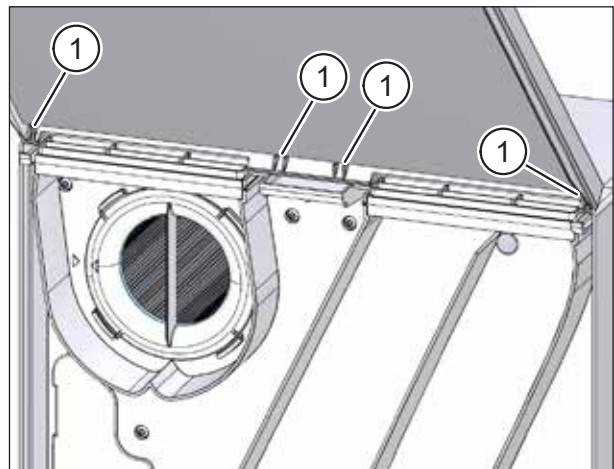

Abb. 51: Gerätedeckel auf Lüftungsgerät aufsetzen
- ▶ Setzen Sie die Nasen (Pos. 1 in Abb. 51) des Gerätedeckels in die Öffnungen an der Oberseite des Lüftungsgerätes ein.